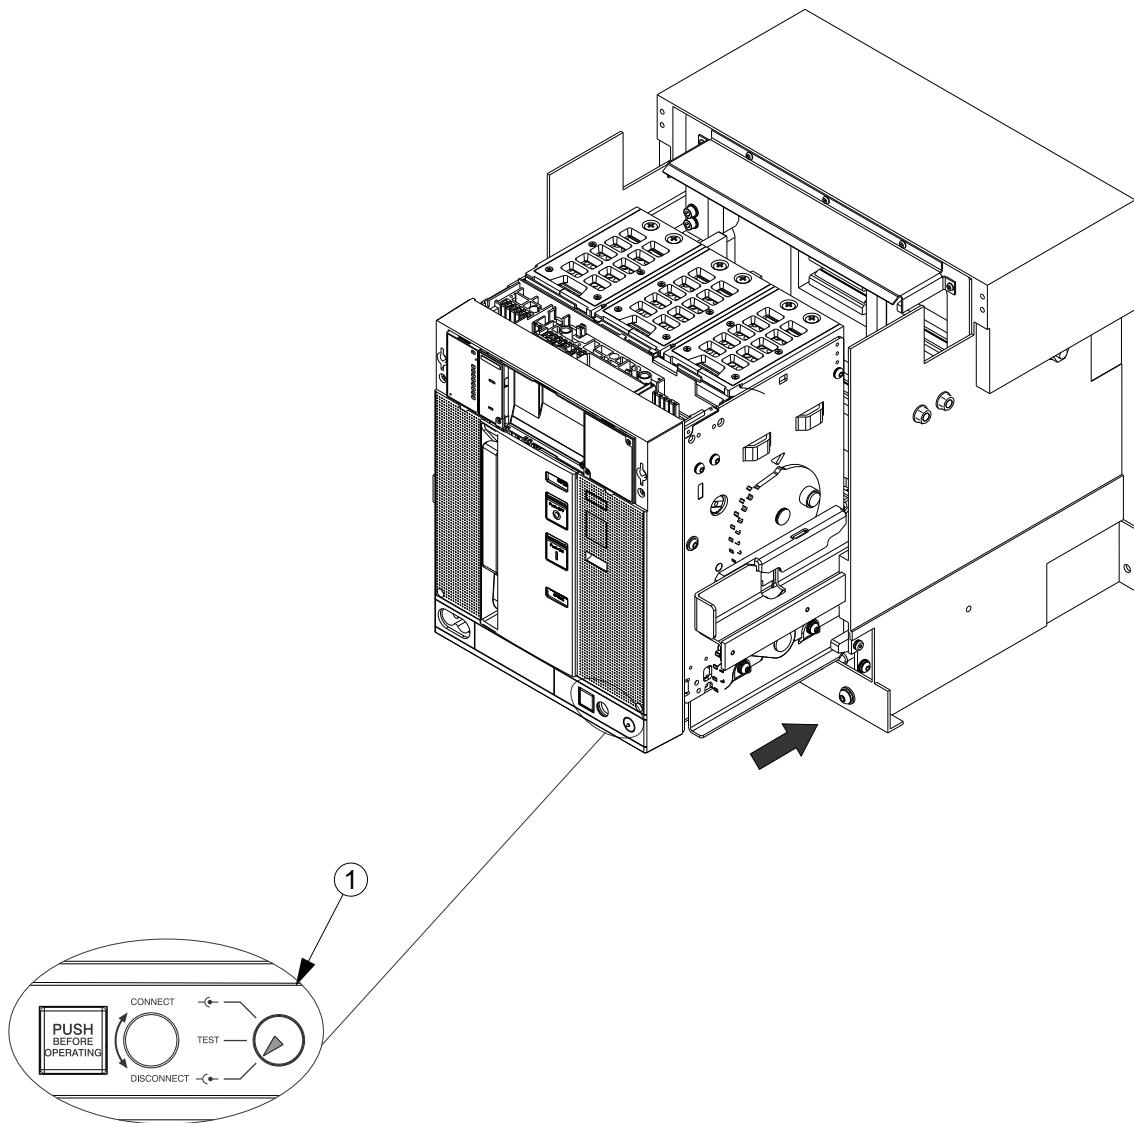

Fig. 21
Spingere la parte mobile fino all'arresto nella posizione di «disconnected» (1). In questa posizione la porta della cella può essere chiusa e l'interruttore può essere manovrato manualmente (fig. 21).
Push the moving part through to the stop point in the «disconnected» position (1). In this position, the compartment door can be closed and the circuit-breaker operated in the manual mode (fig. 21).
Den beweglichen Teil bis zum Anschlag in der Position «disconnected» (1) schieben. In dieser Position kann die Schaltfeldtür geschlossen und der Leistungsschalter von Hand geschaltet werden (Abb. 21).
Pousser la partie mobile jusqu'en butée dans la position de «disconnected» (1). Dans cette position la porte du compartiment peut être fermé et le disjoncteur peut être manœuvré manuellement (fig. 21).
Empujar la parte móvil hasta el bloqueo en la posición de «disconnected» (1). En esta posición resulta posible cerrar la puerta de la celda y maniobrar el interruptor manualmente (fig. 21).